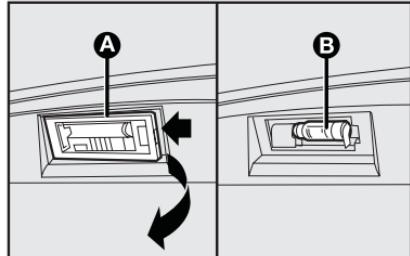

fig. 38
- 1) retirar los portalámparas **A**-fig. 38 forzando levemente con destornillador en los puntos indicados por las flechas fig. 38;
- 2) retirar la lámpara **B**-fig. 38 y sustituirla.